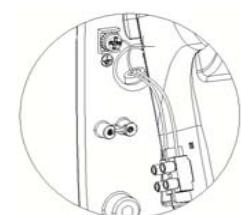

Bild Nr. 8
2. Anschluss- und Erdkabel (3 Kabel 14 AWG/105°C) durch die vorgesehene Kabeldurchführung in der Grundplatte (Ø 55/64" - Ø 22 mm-) anschließen, wie in Bild Nr. 8 dargestellt.
4. Die beiden Phasen (N und L) an der Klemme und das Erdkabel an der dafür vorgesehenen Erdungsschraube (Klasse I) anschließen, wie in Bild Nr. 8 dargestellt.